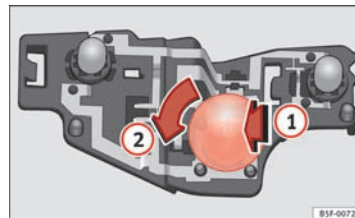

Fig. 148 Pæernes placering i pæreholderen.
- Tryk pæren lidt ind i pæreholderen ⇒ Fig. 148 (1), drej den derefter mod venstre (2), og tag den defekte pære ud.